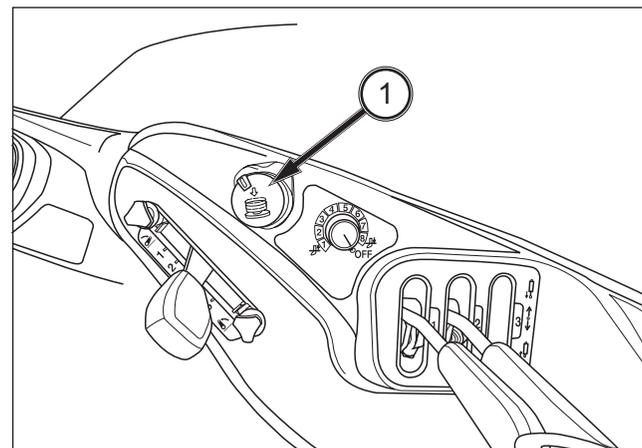

FIG. 72
**FIG. 72 et 73 :** L'interrupteur de la PDF (1) permet d'embrayer et de débrayer le système d'entraînement de PDF.